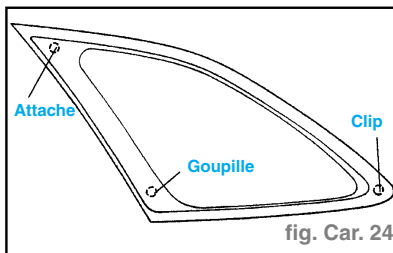

fig. Car. 24
- Percer un trou à travers l'enduit d'étanchéité excepté l'attache, la goupille et le clip depuis l'intérieur du véhicule à l'aide d'une alène. (fig. Car. 24)